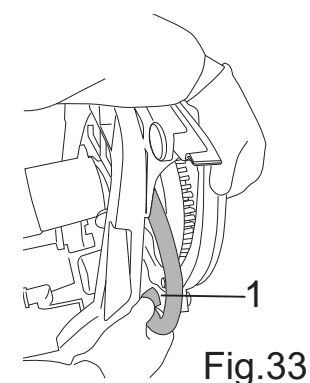

Fig.33
- Lossa röret från gasventilen och från den bakre gummiskrapan (bild 33-ref.1).